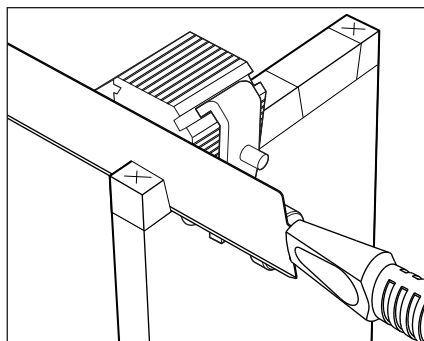

Figure 11 : Première coupe
3. Commencer la coupe en plaçant la lame de la scie bien à plat contre la surface de référence du guide. L'aimant facilitera grandement cette partie de l'opération. Voir la **figure 11**. Faire d'abord quelques passes légères afin d'amorcer la coupe. Une fois le trait bien entamé, faire de longues passes en prenant soin d'utiliser toute la longueur de la lame.